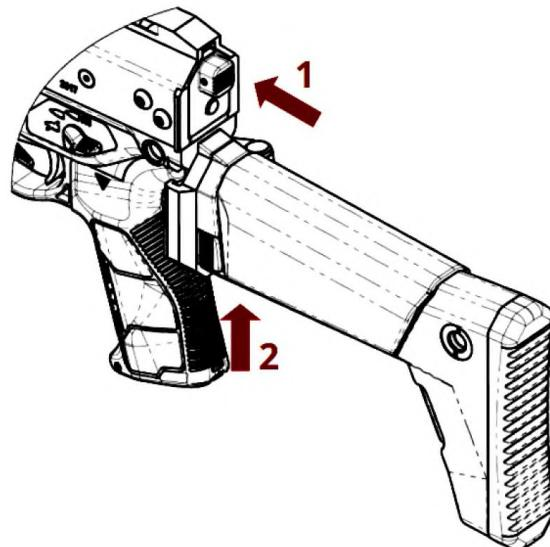

Рисунок 2.31 – Монтаж приклада
8) прикріпити приклад, для цього (рисунок 2.31):